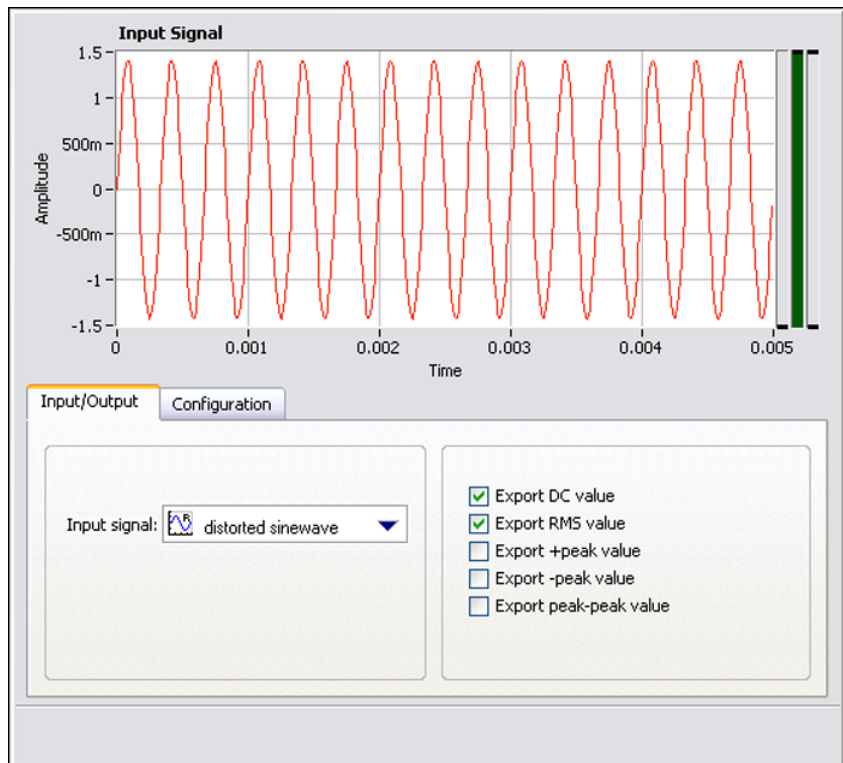

図 3-4 「振幅とレベル」ステップのステップ設定ダイアログボックス
6. **入力 / 出力**タブをクリックし、図 3-4 で表すようにこのステップで選択できる入出力リストを表示します。